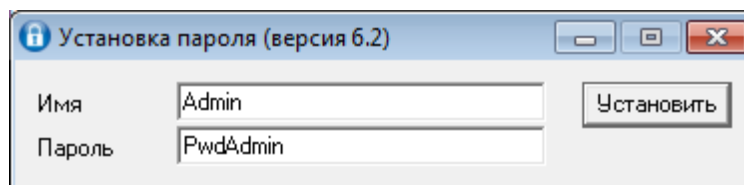

Рисунок 4.1 – Установка имени и пароля суперпользователя
3. В открывшемся окне (см. рисунок 4.1) введите имя суперадминистратора (суперпользователя), пароль и нажмите кнопку *Установить*.